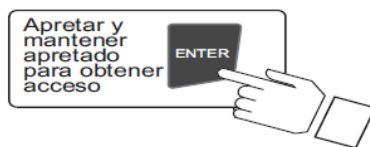

Figura 2.15: Acceso al menú de opciones.
1. Pulsar la tecla ENTER por 5 segundos para ingresar al menú de opciones como se muestra en la figura 2.15.